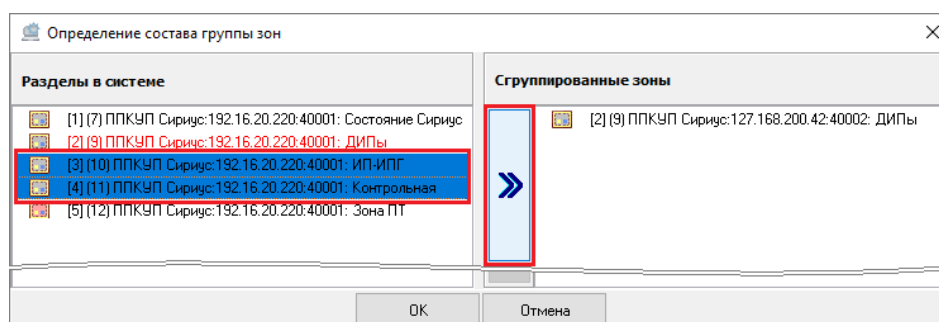

Рисунок 6-283 Привязка аппаратных зон к аппаратной группе зон
- выделите одну или несколько аппаратных зон в поле «Зоны в системе» (для выделения сразу нескольких аппаратных зон нажмите на клавиатуре и удерживайте клавишу <Shift> для выбора диапазона или клавишу <Ctrl> для комбинированного выбора) и нажмите кнопку переноса  (см. Рисунок 6-283);